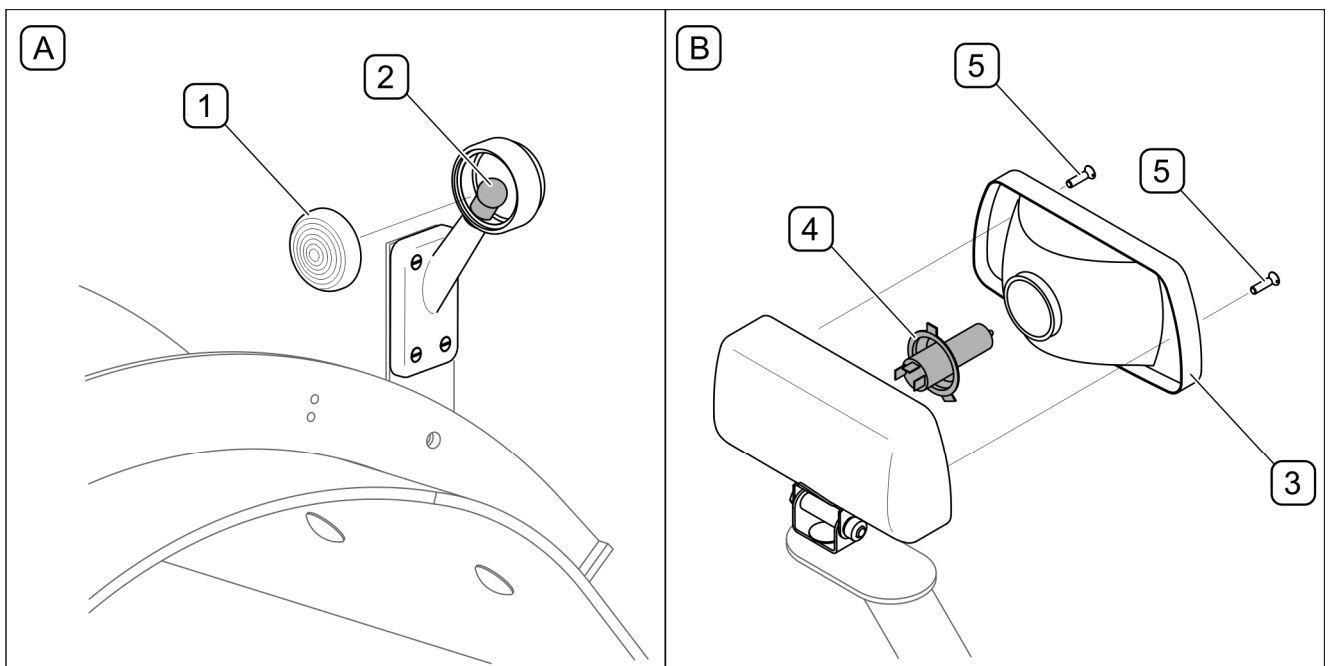

BILD 5.5 Auswechseln der Lampen
Die Bedienung der elektrischen Anlage besteht in der periodischen Kontrolle des Steuerungssystems und der Beleuchtungsanlage. Zum Auswechseln der Lampe (2) der Umrissleuchte (A) muss der Diffusor (1) aus dem flexiblen Gehäuse entfernt werden (BILD 5.5). Der Zugriff auf die Lampe (4) in den Zusatzscheinwerfern (B) ist nach Lösen der Schrauben (5) und Entfernen der Lichtscheibe (3) möglich. Die Liste der Beleuchtungselemente ist in TABELLE 5.5 dargestellt.